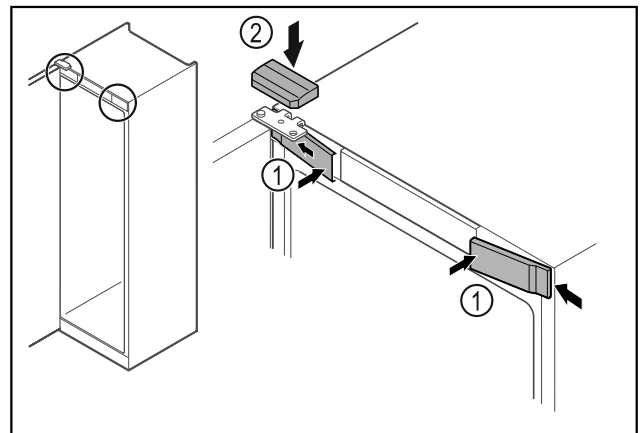

Fig. 59
- Akassza be oldalt az elülső burkolatokat Fig. 59 (1), majd pattintsa be.
- Felülről pattintsa be a felső burkolatot Fig. 59 (2).